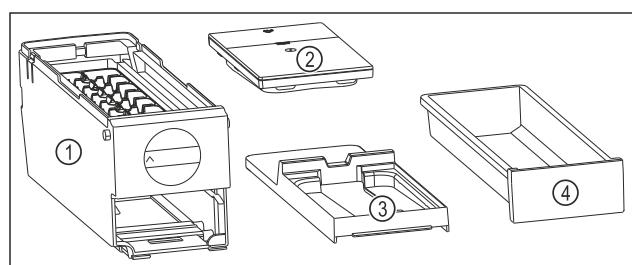

Fig. 138 Компоненти EasyTwist-Ice
- EasyTwist-Ice складається з чотирьох частин. (див. Fig. 138)
- Розбирайте EasyTwist-Ice тільки на зображені компоненти. (див. Fig. 138)
- Очистіть корпус EasyTwist-Ice Fig. 138 (1) без розбирання.